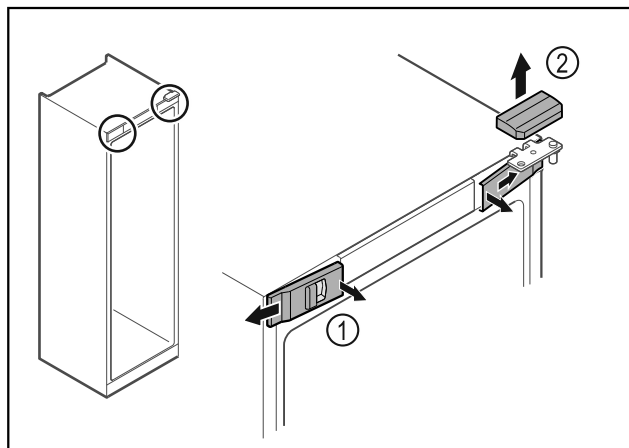

Fig. 7*
► Wyczepić przednie osłonki Fig. 7 (1) i odchylić w bok.*
► Górną osłonkę Fig. 7 (2) zdjąć w górę.*